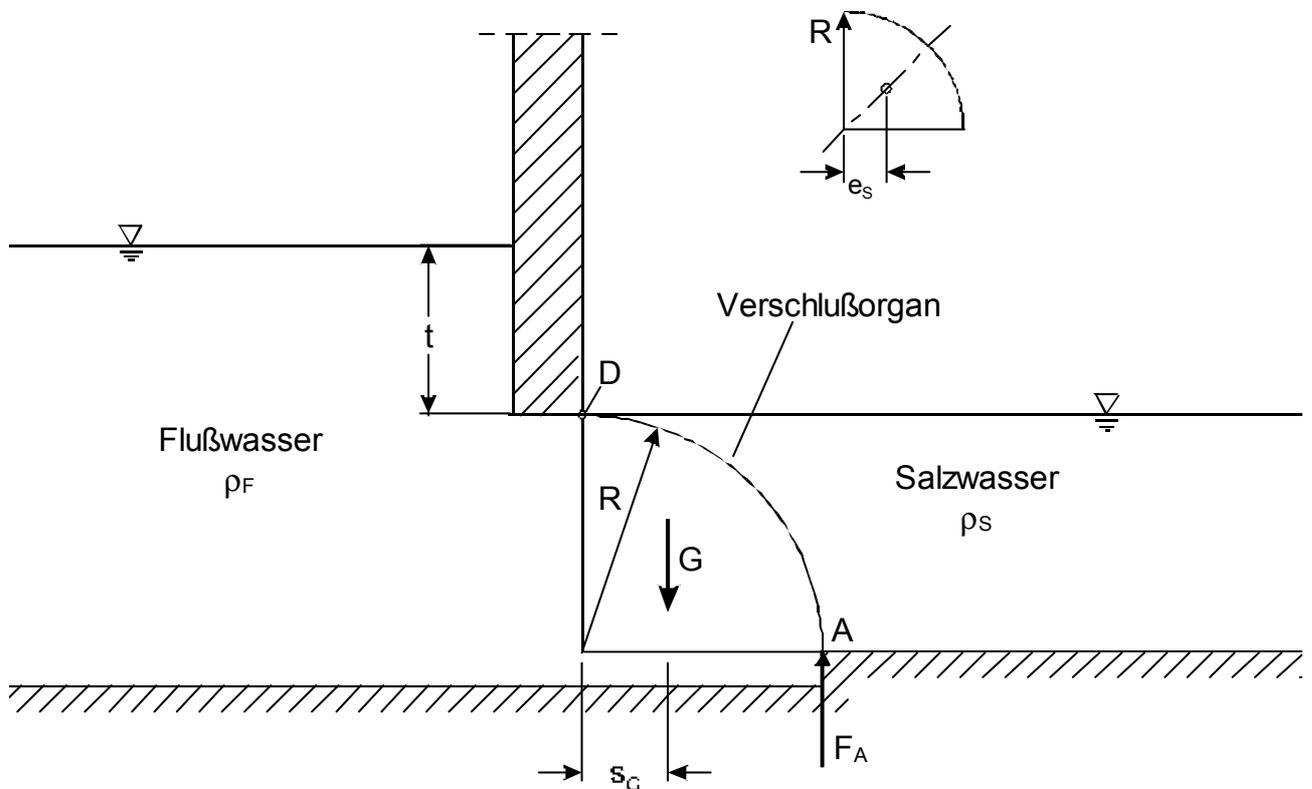

Abb. 2.3: Seitenansicht des Verschlußorgans
2.3.1 Tragen Sie die Lastflächen der hydrostatischen Belastung auf das Organ in horizontaler und vertikaler Richtung für die dargestellte Lage der Wasserspiegel in die Abb. 2.3 ein.